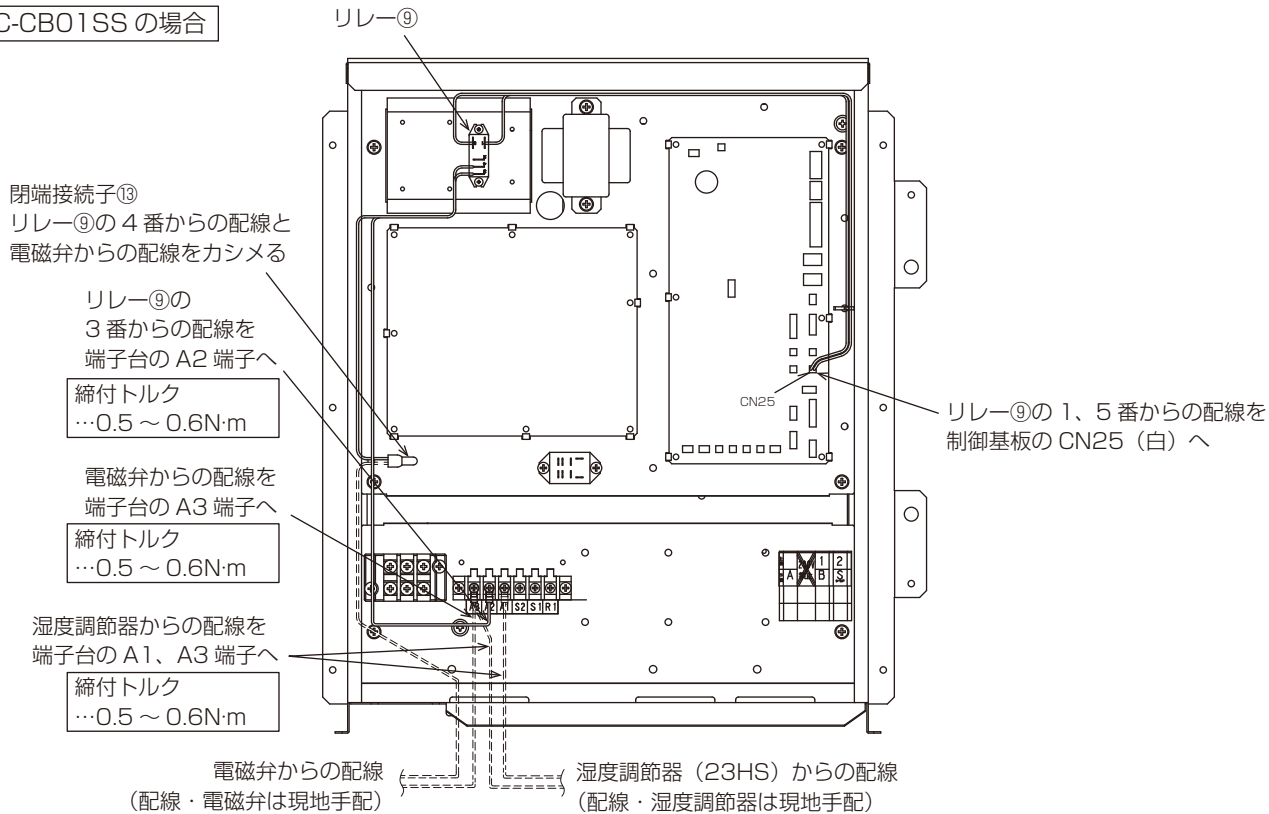
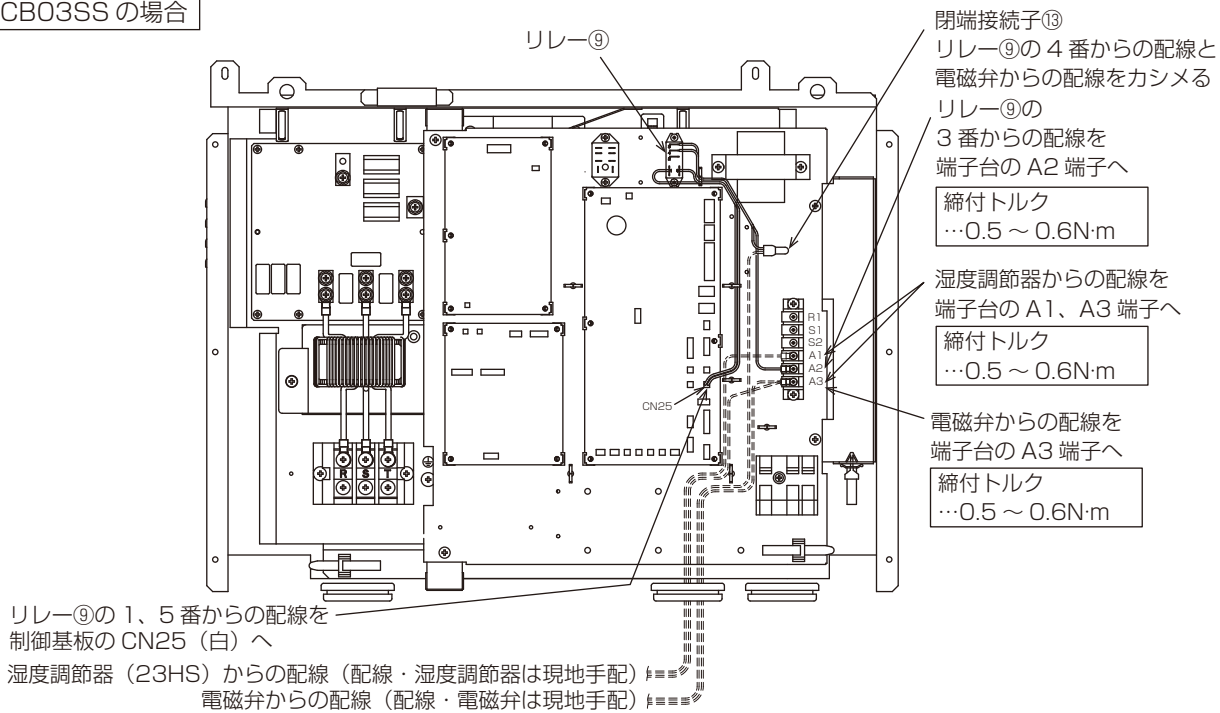
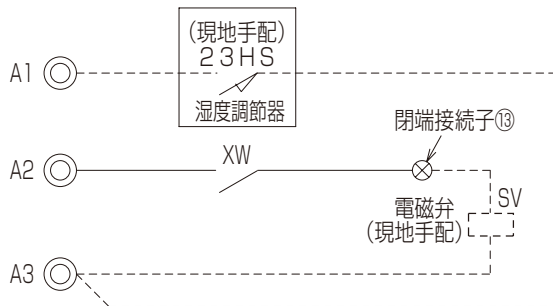
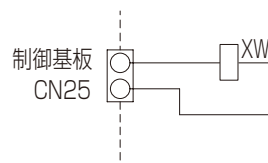

図 9
図 10
図 11
図 12
- 2) リレー⑨をねじ⑩にて取付けてください。(ねじ 2 本) … 図 9
- 2) 1) で打ち抜いた配線穴にゴムブッシュ⑧を取付け、電磁弁（現地手配）、湿度調節器（現地手配）からの配線を配線穴に通し、制御箱内へ導いてください。
- 3) リレー⑨、電磁弁（現地手配）、湿度調節器（現地手配）からの配線を図 9、図 10、図 11、図 12 を参照して接続してください。